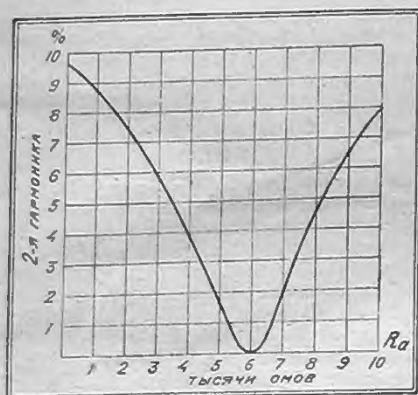

Рис. 3. Искажения в зависимости от сопротивления нагрузки
3. Несмотря на то, что пентод является лампой с большим внутренним сопротивлением (от 20.000 до 50.000 Ом), для усиления без искажений он требует в анодной цепи очень небольшие сопротивления нагрузки. В то время как в трехэлектродной лампе для усиления без искажения сопротивление нагрузки  $R_a$  должно быть в два раза больше внутреннего сопротивления лампы, в пентоде  $R_a$  должно быть от 4 до 10 раз меньше внутреннего сопротивления. Таким образом, обычные ящики громкоговорителей без всяких выходных трансформаторов прекрасно могут работать при пентоде на выходе. Правда, здесь есть некоторые трудности, заключающиеся в том, что для устранения искажений сопротивление нагрузки должно быть очень точно подобрано. Для примера на рис. 3 показана кривая зависи-